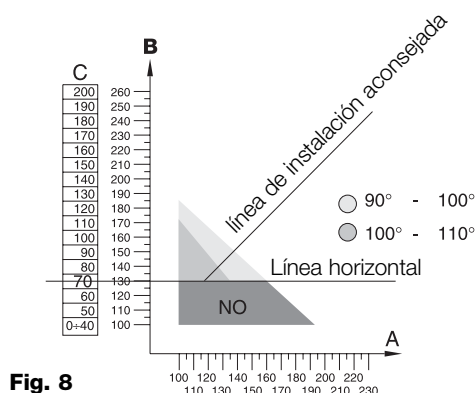

Fig. 8
- 1.2** Individúe en el gráfico correspondiente al modelo MOBY que se ha de instalar, el valor C y trace una línea horizontal (**fig.8**)